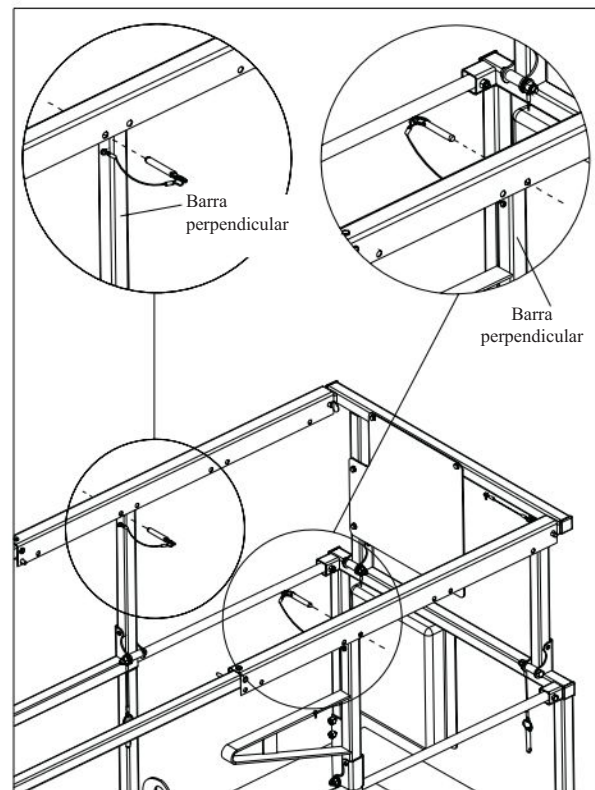

Figura 3-12. Extensão manual da plataforma em posição variável
2. Após a extensão ou retração, reinsira os pinos de trava. Insira um pino em um lado da plataforma aérea em frente à barra perpendicular e o pino no outro lado da plataforma aérea atrás da barra perpendicular para evitar movimentação acidental, em qualquer direção, da plataforma de extensão manual durante o deslocamento ou transporte. Consulte a Figura 3.12 para ver um exemplo de configuração.